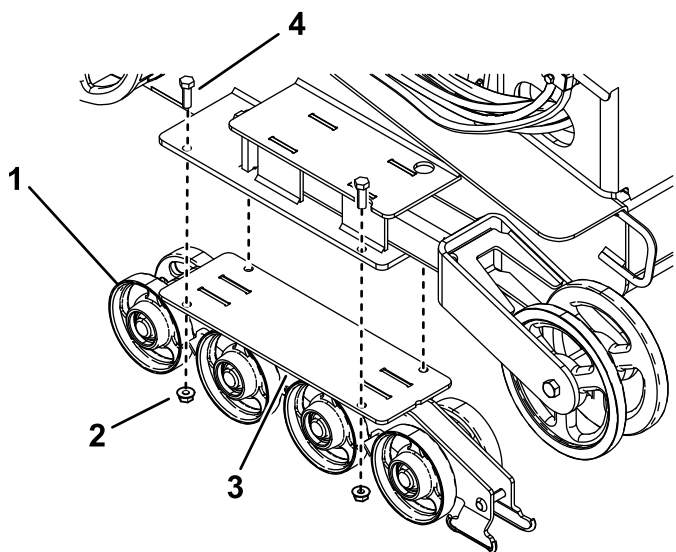

Figure 48
4. Retirez les 4 boulons et écrous qui fixent chaque guide de chenille inférieur qui contient les galets de roulement, et déposez ceux-ci (Figure 48).